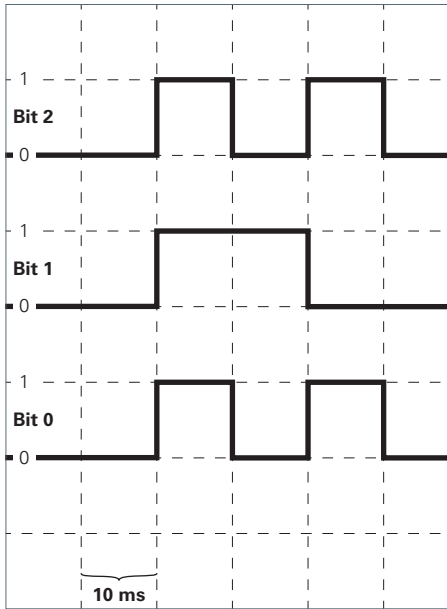

Fig. 8: Bitfolge zum Aktivieren der Betriebsart „Kombi-Betrieb WEISS+RGB“.
- Senden Sie die Bitfolge zum Aktivieren auf die Anschlussleitung mit den weißen Leuchten und der RGB-Leuchte, siehe Fig. 8.